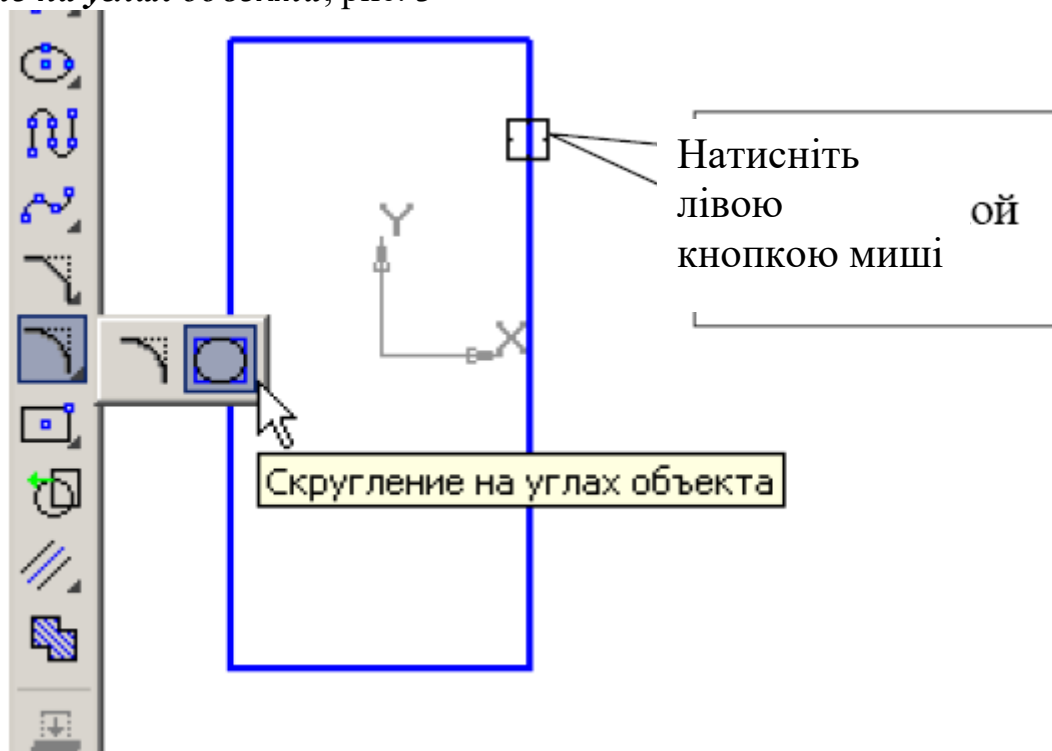

Рис. 3
2. Для виконання округлень на прямокутнику зробіть активною команду *Скругление на углах объекта*, рис. 3
Підведіть курсор до побудованого прямокутника (прямокутник стане червоним) та натисніть на його зображенні лівою кнопкою миші, рис. 3. Округлення побудовані.